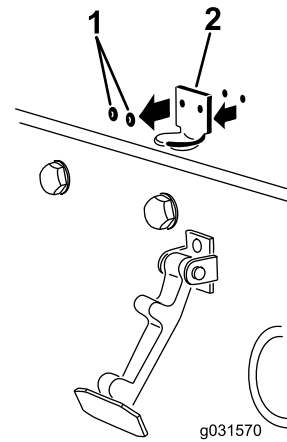

Bild 6
2. Entfernen Sie die zwei Niete, mit denen die Halterung des Motorhaubenriegels an der Motorhaube befestigt ist (Bild 6).